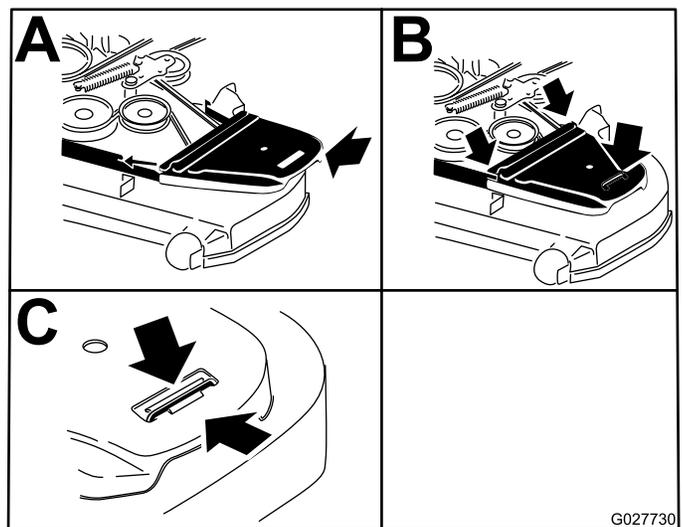

Figure 94
12. Reposez le couvercle de la courroie en le glissant sous les retenues latérales et en veillant à faire passer la languette sous la retenue en métal (Figure 94).